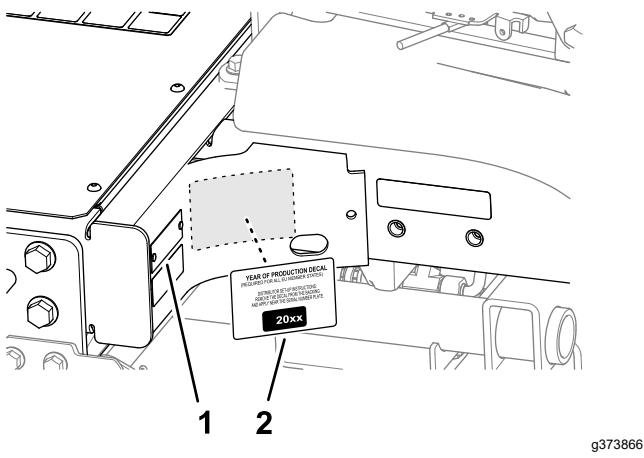

Bild 36
1. Reinigen Sie den linken Rahmen in der Nähe des Typenschildes mit Alkohol und lassen Sie den Rahmen trocknen (Bild 36).
2. Entfernen Sie die Schutzfolie und kleben Sie den Baujahr-Aufkleber auf den Rahmen in die Nähe des Typenschildes, wie in Bild 36 dargestellt.